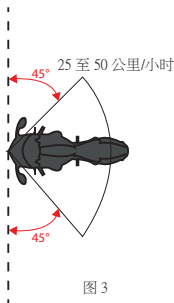

图 3
在摩托车撞上车辆或障碍物的碰撞事故中（图 3），系统应根据以下条件在用户身体覆盖区域接触障碍物之前充气并提供保护：
撞击角度（图 3）	从 45° 到 135°
**重要信息！**图 3 列出了保护范围，在此范围内，系统应在用户身体覆盖部位接触到障碍物之前充气。当车速超过 50 公里/小时（31 英里/小时）或超出宣称的角度时，系统也会展开，但在保护范围之外，系统可能不会在障碍物与使用者的覆盖部位接触之前完全充气。